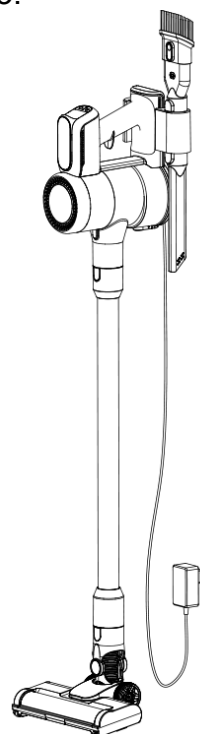

Fig 3.
3. Najprej odstranite en konec valja krtače (Figure 3).